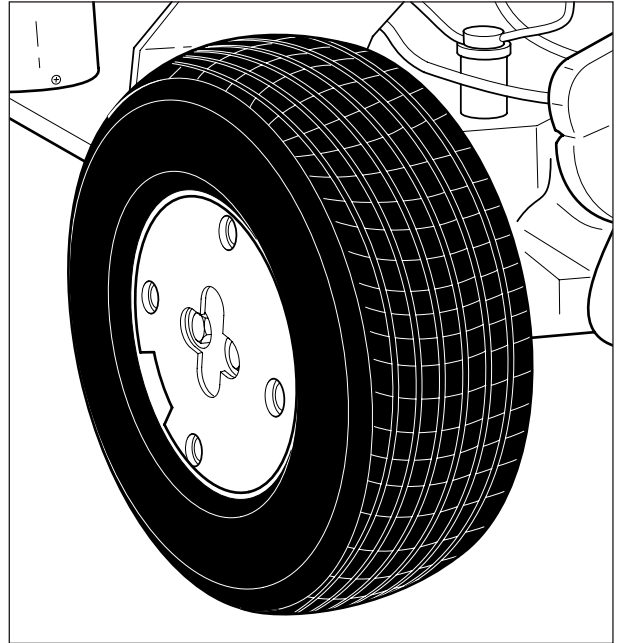

Fig. 24a
- Use lastres frontales para aumentar la estabilidad del tractor cuando arrastra una carga pesada o para balancear un apero pesado montado detrás (Fig. 24a).